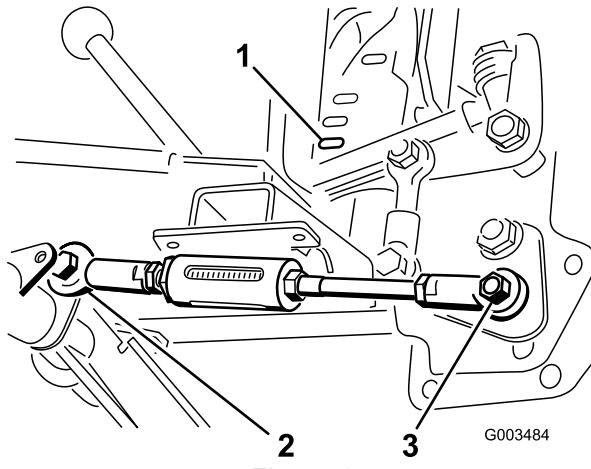

Figura 8
- Mova a pega de elevação até que o orifício na junta esférica fique alinhado com o furo do lado direito da alavanca da barra ajustável no tubo articulado e prenda a barra à alavanca com um parafuso (1/2 x 1-1/2 pol.) e uma porca de bloqueio (1/2 pol.) como se mostra em Figura 8.